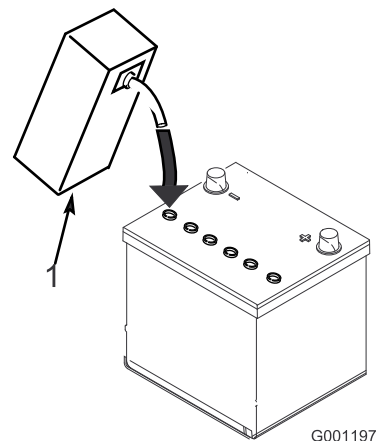

図 7
3. 各セルに慎重に電解液を満す。電極板が 6 mm 程度水没するぐらいが適当（図 7）。
- 電極板が液を吸収するまで20～30分間程度待つ。必要に応じて、電極板が6mm程度水没するぐらいに電解液を補充する(図7)。